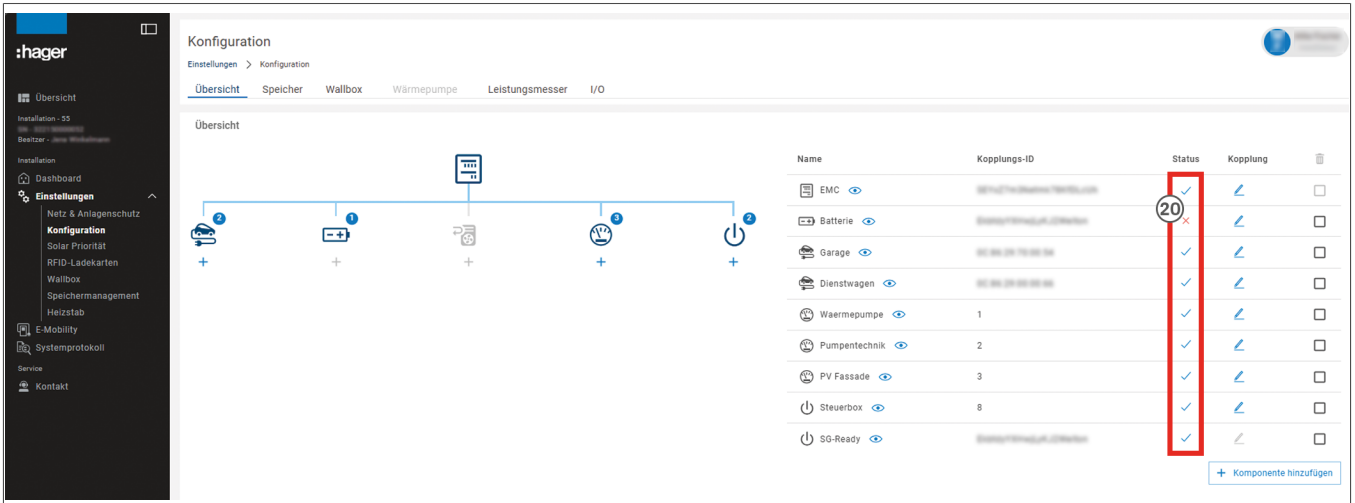
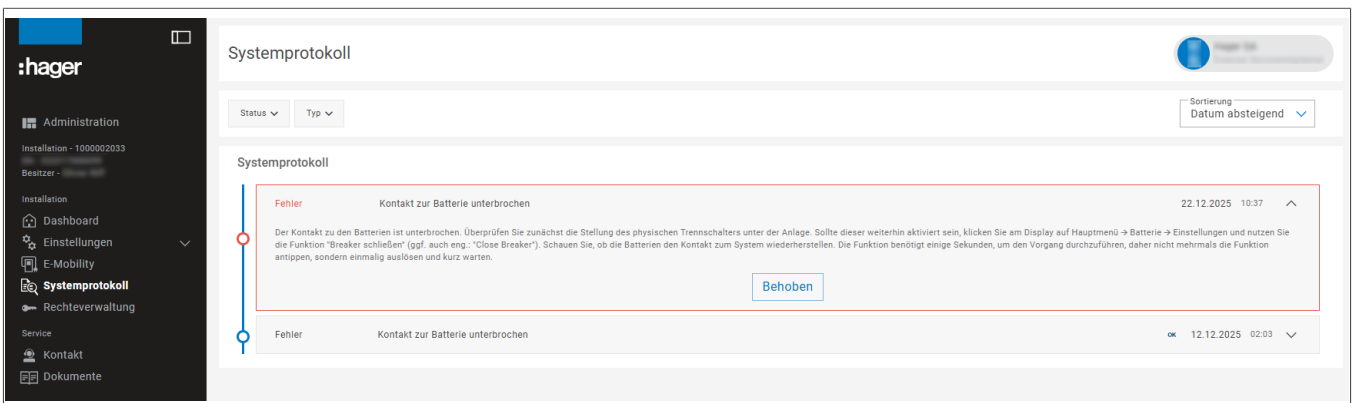

Bild 44: Systemübersicht mit Speicher/ Wechselrichter (Beispiel einer umfangreichen Installation)
Bild 45: Beispiel eines Systemprotokolls mit Fehlern in der Installation
Wenn ein Fehler im Energiemanagement-System identifiziert ist, signalisiert das LED-Band am Wechselrichter die entsprechende Fehlerart und der Fehler wird in der Übersicht des Portals/ der App mit ✗ visualisiert. In der linken Menüleiste unter **Systemprotokoll** sind detaillierte Informationen zum aufgetretenen Fehler einzusehen (Bild 45).
Sind alle neuen Systemkomponenten hochgefahren, nochmals im Portal/ in der App prüfen, ob der Status (Bild 44) (20) aller Systemkomponenten mit *blauem Hakensymbol* als in Ordnung markiert ist. Bei Bedarf unter **Systemprotokoll** (Bild 45) weitere Informationen erhalten oder Signale des LED-Bandes zur Statusanzeige am Wechselrichter prüfen.